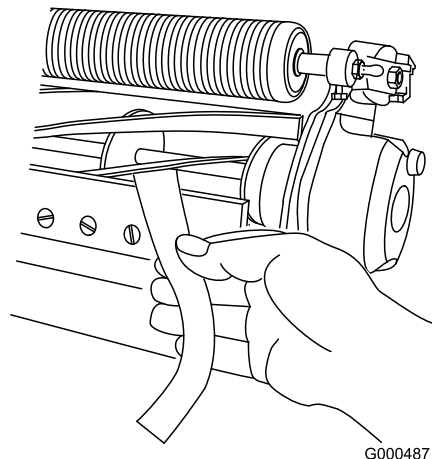

図 13
10. 切れ味確認用のペーパートロのパーツ番号 125-5610 を一枚、リールと下刃との間に、下刃に対して直角になるように差し入れて、カッティングユニットの切れ味をテストする図 13。 **ゆっくり** とリールを回転させるこれで紙が切れれば合格である。